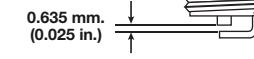

Fig. 23
3. Remplacez toute bougie fendillée, encrassée ou sale. Réglez l'écartement à 0,635 mm (0,025 po) à l'aide d'une jauge d'épaisseur (Fig. 23).